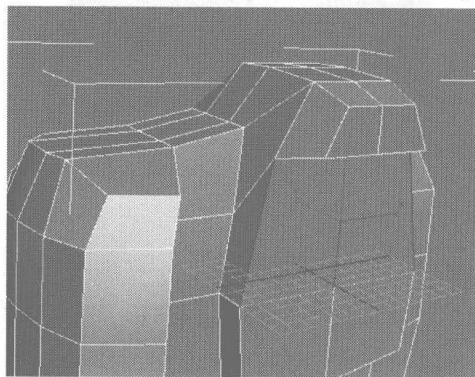

图 6.30
- 19 在照相机的闪光灯部分进行修饰、细分，切换为边线编辑，选择如图 6.30 所示的边线，在 Edit Edges 卷展栏中单击 **Connect** 右侧的小按钮，在弹出的对话框中设置添加细分线的参数，为其添加一条细分线。